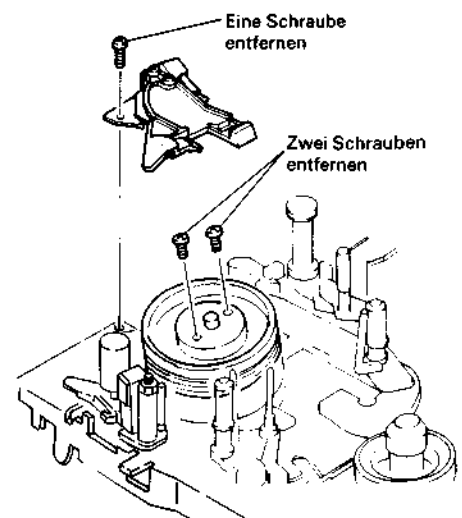
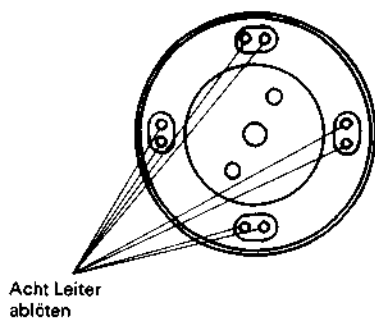

Abb. 2.48 Ausbau der Videoköpfe
Abb. 2.49 Ausbau der Videoköpfe
Ausbau der Videoköpfe (obere Kopftrommel) (Abb. 2.48, 2.49)
1. Eine (1) Befestigungsschraube der Bürste für statische Entladung entfernen (siehe Abb. 2.48).
2. Die zwei (2) Schrauben entfernen und die obere Kopftrommel herausziehen.
3. Die acht (8) Leiter von der oberen Kopftrommel ablöten (siehe Abb. 2.49).